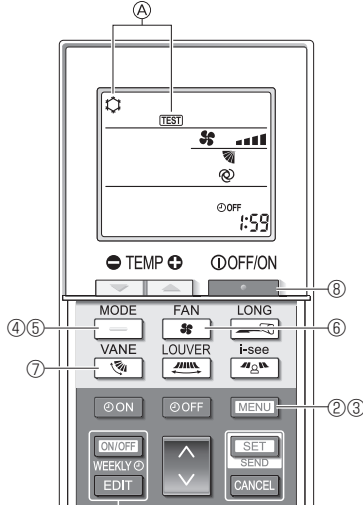

Fig. 8-5
- 5 saniye boyunca [MENU] düğmesine basın. (Fig. 8-5)
- [TEST] ve o andaki çalışma modu görüntülenir. (Fig. 8-5)